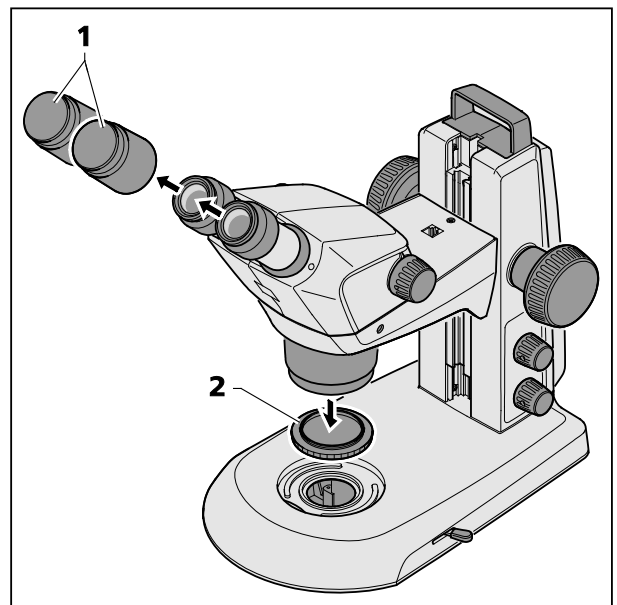

Fig. 9 Remover as capas protetoras
- Sacar as duas capas protetoras das oculares (Fig. 9/1) e desenroscar a capa protetora da objetiva (Fig. 9/2).